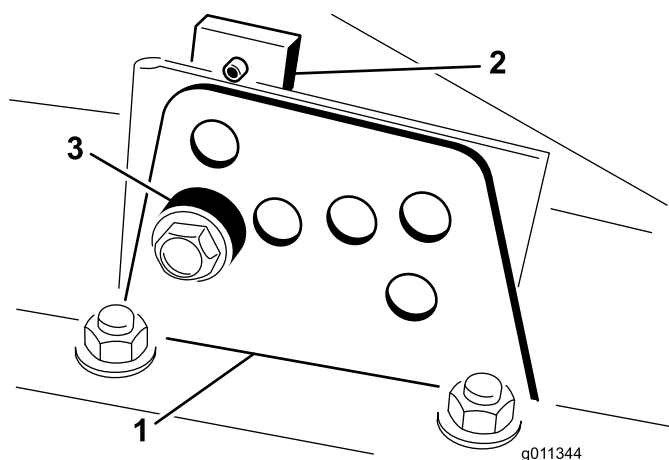

Figura 3
2. Desaperte o parafuso que prende o suporte da altura de corte à placa da altura de corte (frente e de cada lado) (Figura 3).
4. Enquanto estiver a suportar a câmara, retire a cunha (Figura 3).